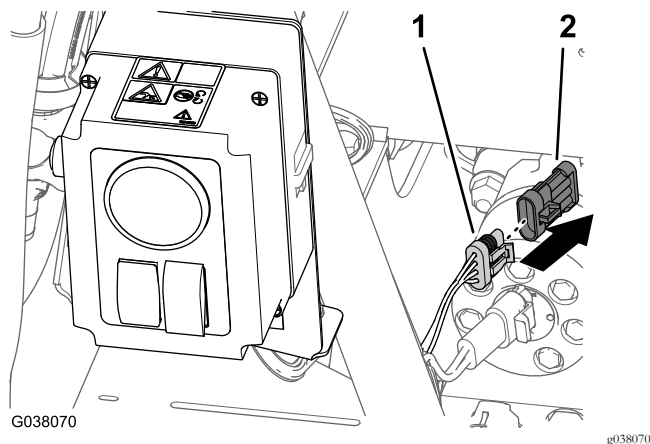

图118
1. 在机器背面从标有软管卷的后线束的 4 插槽接头上卸下盖子 图118。